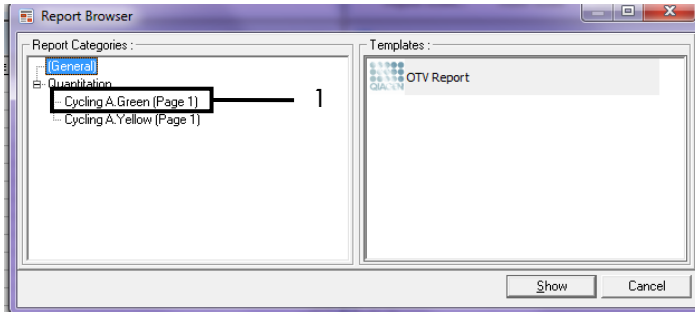

Figura 37. Explorador de informes (1 = "Cycling A. Green [Page 1]" (Cycling A. Green [Página 1])).
9. En el explorador de informes, haga clic en Cycling A Green (Page 1) (Cycling A Green [Página 1]) en "Report Categories" (Categorías de informes) (figura 37).